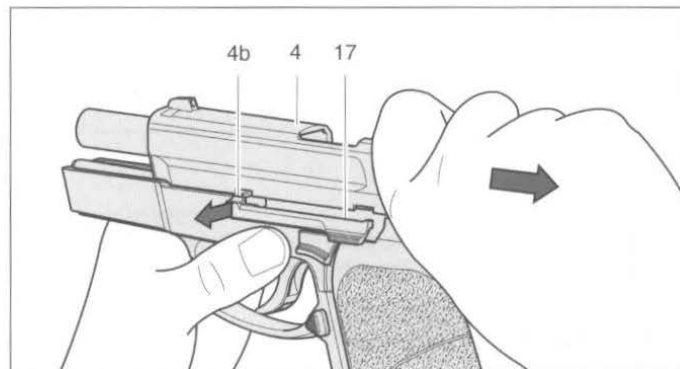

Abb. 9
4. Mit der rechten Hand Griff- und Verschlussstück umfassen, Verschluss **4** leicht zurückziehen, damit der Verschlussfanghebel **17** ausrasten kann. Anschliessend Verschluss **4** ca. 3 mm nach vorne gleiten lassen, bis die Aussparung **4b** am Verschluss **4** mit der Nase am Verschlussfanghebel **17** übereinstimmt. Verschlussfanghebel **17** von rechts eindrücken und von links herausziehen (Abb. 9).